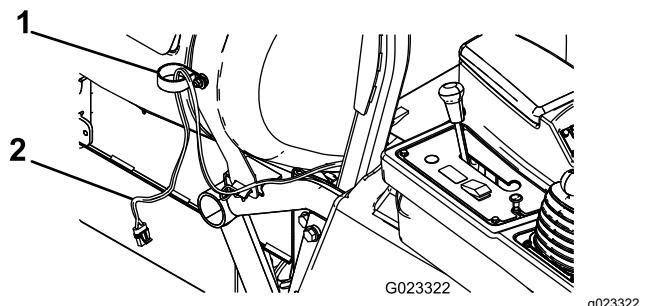

Figura 2
4. Sujete una abrazadera en R pequeña al perno de cuello cuadrado usando una tuerca con arandela prensada (3/8"), como se muestra en la Figura 2.
5. Pase el extremo del arnés de cables que va al carrete de la manguera a través de la abrazadera en R, como se muestra en la Figura 2.